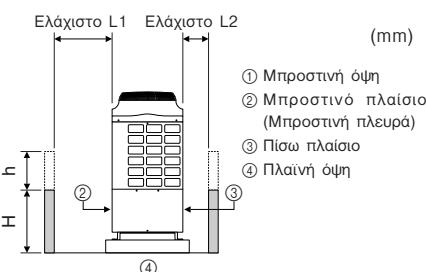

Fig. 2-7
(4) Όταν υπάρχουν τοίχοι γύρω από τη μονάδα (Fig. 2-7)